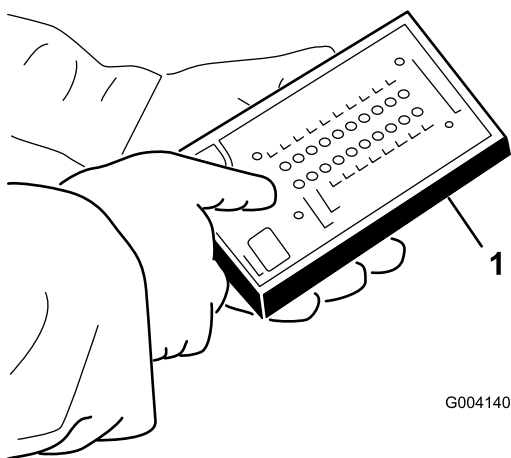

Рисунок 40
4. Подсоедините разъем диагностического прибора с дисплеем ACE к диагностическому разъему (Рисунок 40).